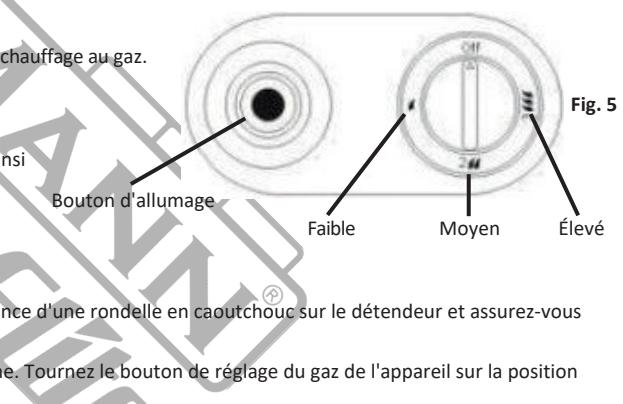

Fig. 5
### Bouton de réglage du gaz (Fig. 5)
### Bouton d'allumage piézoélectrique (Fig. 5)
2. Ouvrez la bouteille de gaz en tournant le robinet de la bouteille de gaz vers la gauche. Tournez le bouton de réglage du gaz de l'appareil sur la position "Low" (faible) (fig. 5).
4. Tout en maintenant le bouton de commande enfoncé, appuyez 2 ou 3 fois sur le bouton d'allumage piézoélectrique (fig. 5). Chaque fois que vous appuyez sur le bouton d'allumage piézoélectrique, vous entendez un déclic et vous voyez une étincelle sur le brûleur de la veilleuse.
1. Tournez le bouton de réglage du gaz en position "Low" (faible) (fig. 5) et fermez le robinet de la bouteille de gaz en tournant le bouton de la bouteille de gaz vers la droite.